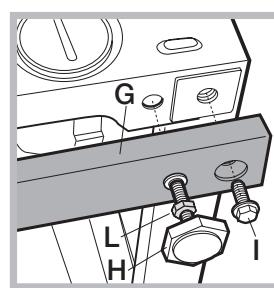

Abb. 11
4 Schraubenmuttern (L), Verfahren Sie hierzu wie folgt (Abb. 11):